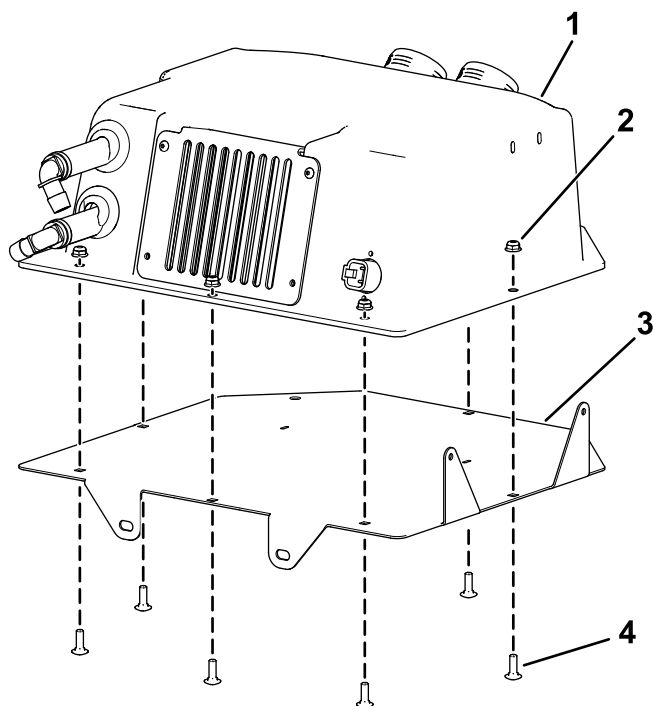

Figure 15
6. Fixez le boîtier de chauffage sur le support de montage à l'aide de 6 boulons de carrosserie ($\frac{1}{4}$ " x $\frac{3}{4}$ ") et 6 contre-écrous ($\frac{1}{4}$ ") ; voir la Figure 15. Serrez les boulons à 11 N·m.